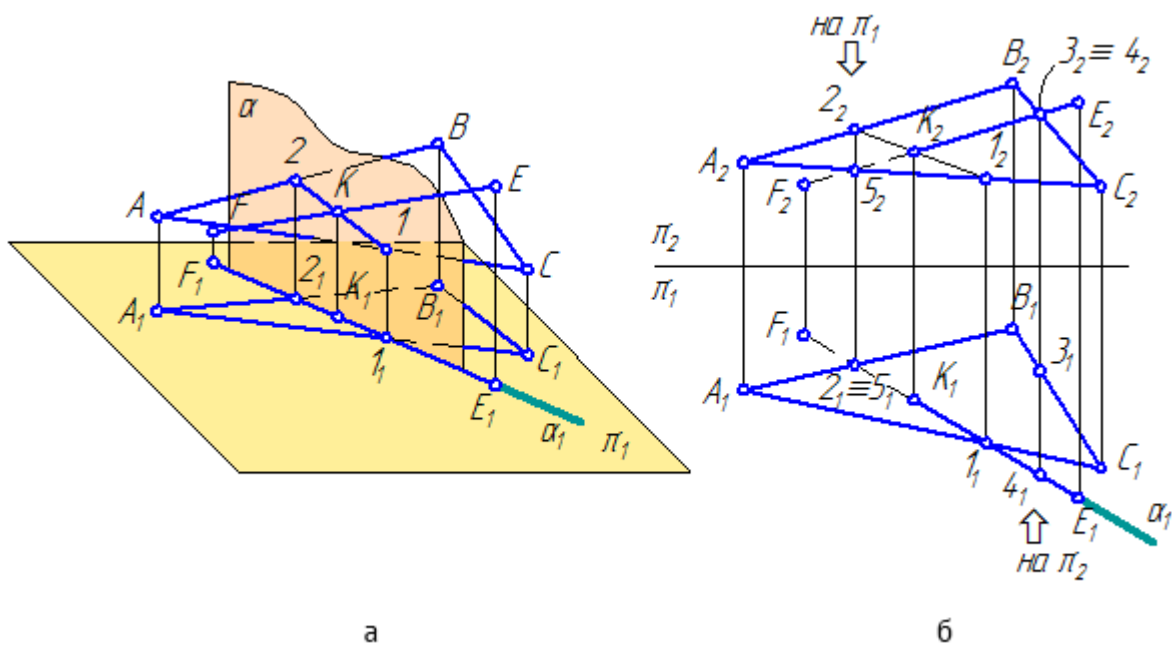

Рисунок 21 – Пересечение прямой с плоскостью. а- вид в пространстве, б-комплексный чертёж
**Алгоритм выполнения (рисунок 21 б):**
2. Заключить прямую  $EF$  во вспомогательную плоскость, в качестве которой можно использовать горизонтально-проецирующей плоскостью  $\alpha$ ; Если  $\alpha \perp \pi_1$ , то на плоскость проекций  $\pi_1$  плоскость  $\alpha$  проецируется в прямую (горизонтальный след плоскости  $\alpha\pi_1$  или  $\alpha_1$ ), совпадающую с  $E_1F_1$  (рисунок 21 а);